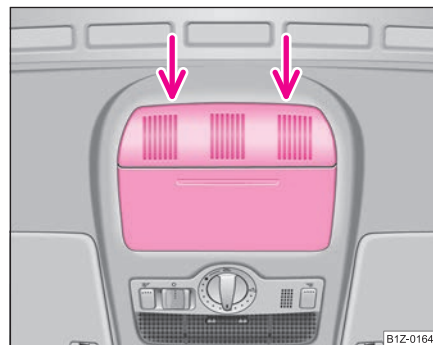

Fig. 39 Plafonul: Punct de amplasare a șurubelniței
- Așezați o șurubelniță cu capătul plat în partea din spate a capacului ⇒ pagina 60, fig. 39.